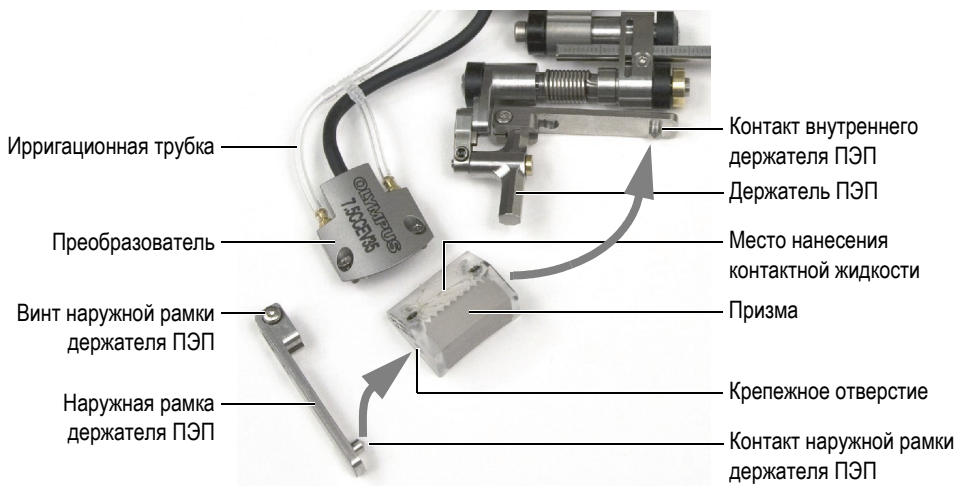

Рис. 2-5 Замена призмы на сканере
1. Снимите наружный держатель ПЭП (см. Рис. 2-5 на стр. 27):